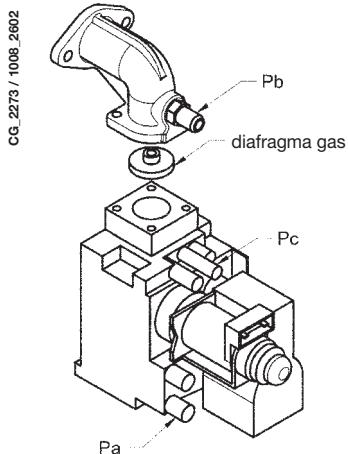

Figura 10
- conectar la toma de presión positiva de un manómetro diferencial, si es posible de agua, a la toma de presión (**Pb**) de la válvula del gas (Figura 10). Sólo en los modelos con cámara estanca: conectar la toma negativa de dicho manómetro a una "T" que permita conectar simultáneamente la toma de compensación de la caldera, la toma de compensación de la válvula del gas (**Pc**) y el manómetro. (Una medición similar se puede realizar conectando el manómetro a la toma de presión (**Pb**) sin el panel frontal de la cámara estanca).
- controlar que la presión dinámica de alimentación de la caldera, medida en la toma de presión (**Pa**) de la válvula del gas (Figura 10), sea correcta (37 mbar para el gas propano o 20 mbar para el gas natural).
- Regular el tornillo "**Pmax/Pmin**" (figura 10) hasta obtener el valor de presión que se indica en la Tabla 1.